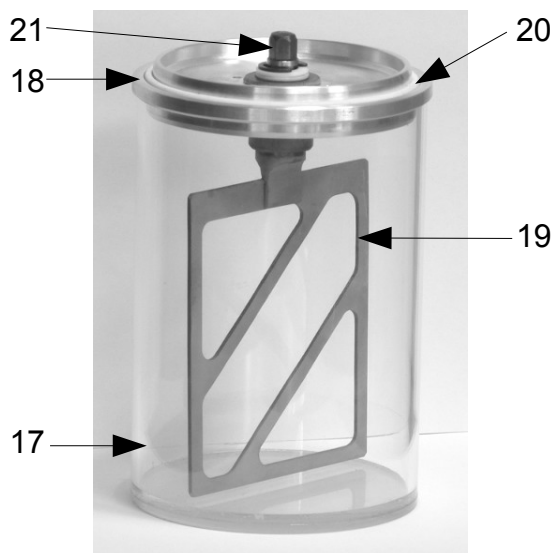

Рисунок 3. Сосуд для смешивания.
4.7 Сосуд для смешивания (см. рис. 3) состоит из цилиндрического стакана (17), выполненного из ударопрочной пластмассы, и крышки (18) с лопастью (19). Герметизация сосуда осуществляется с помощью двух силиконовых колец (20). В крышке имеются отверстия для откачивания воздуха. Ось вращения лопасти имеет шестигранник (21), который состыковывается с шестигранным углублением захвата (16).